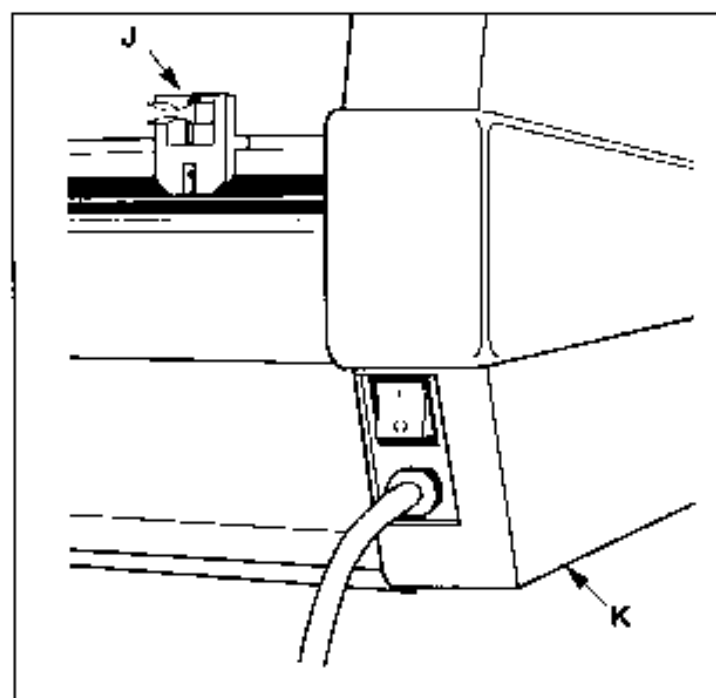

Fig. 4
J. REAR SLITTER: Used to cut the film web where it exits the rear of the laminator (Figure 4).
K. CIRCUIT BREAKER: Electrical safety device, located under the left side cover, can be reset the operator if tripped (Figure 4).
J. HINTERE SCHNEIDE: Schneiden die Folie ab, wenn sie den Laminator verlassen. (Abb. 4)
K. STROMKREIS-SICHERUNG: Als elektrische Sicherheitsvorkehrung an der linken Hinterseite. Kann vom Bediener wieder eingeschaltet werden, falls sie ausgelöst wurde (Abb. 4).
J. ACHTERSTE AFSNIJRAND: Deze wordt gebruikt om de film-baan af te snijden op de plaats waar deze het apparaat aan de achterzijde verlaat (zie afb. 4).
K. CIRCUITONDERBREKER: Dit is een elektrische beveiliging die zich bevindt onder de kap aan de linkerkant en na een onderbreking kan worden gere-set door de operator (zie afb. 4).
J. MASSICOT ARRIERE: utilisé pour couper les lés de film réceptionnés en sortie de la plastifieuse (figure 4).
K. COUPE-CIRCUIT: dispositif de sécurité électrique, situé sur la gauche du capot, peut être réinitialisé par l'opérateur après coupure (figure 4).